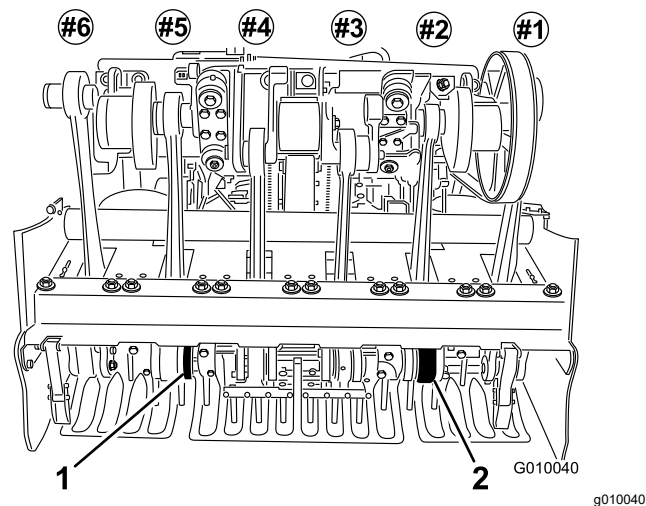

**Figura 25**
6. Instale os dentes nos suportes de dentes #2 e #5 (Figura 25) Aperte os parafusos.